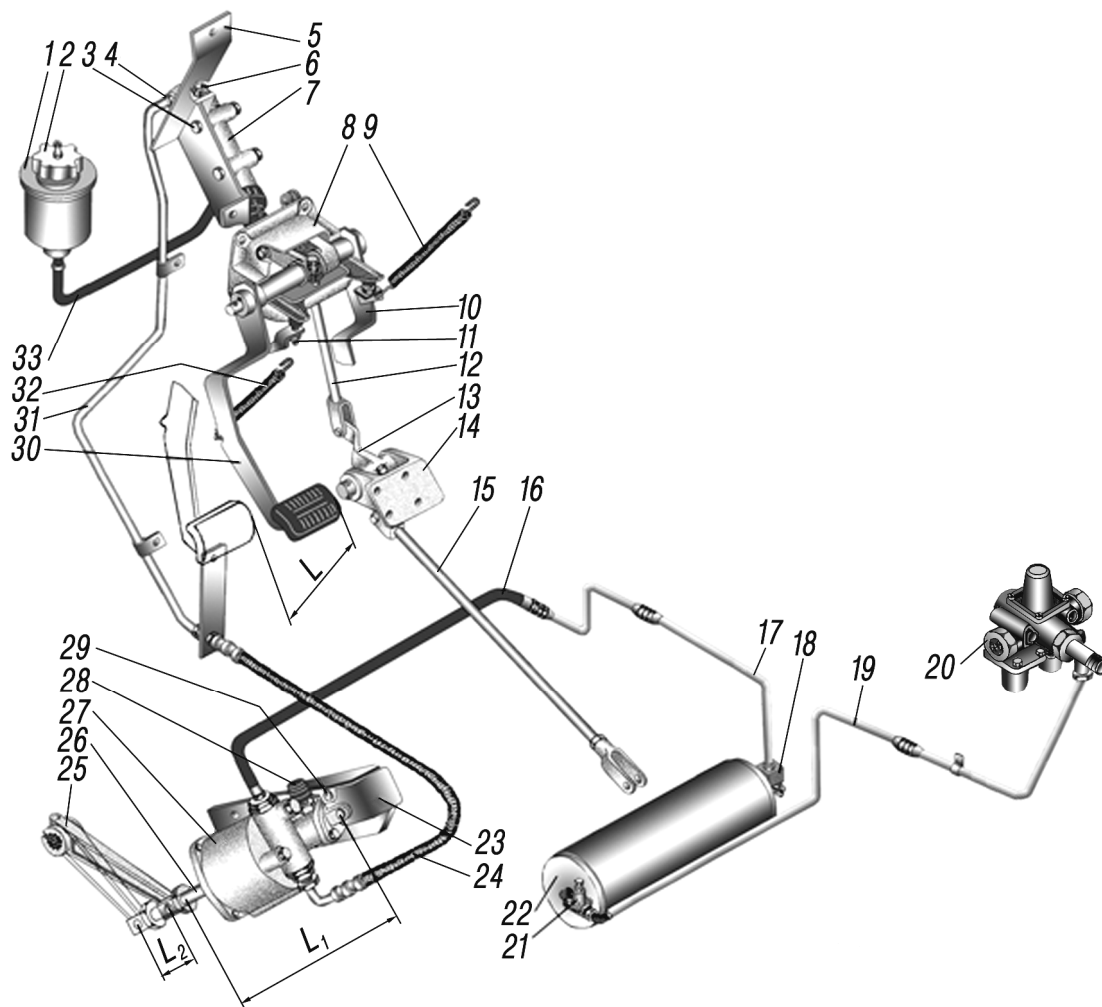
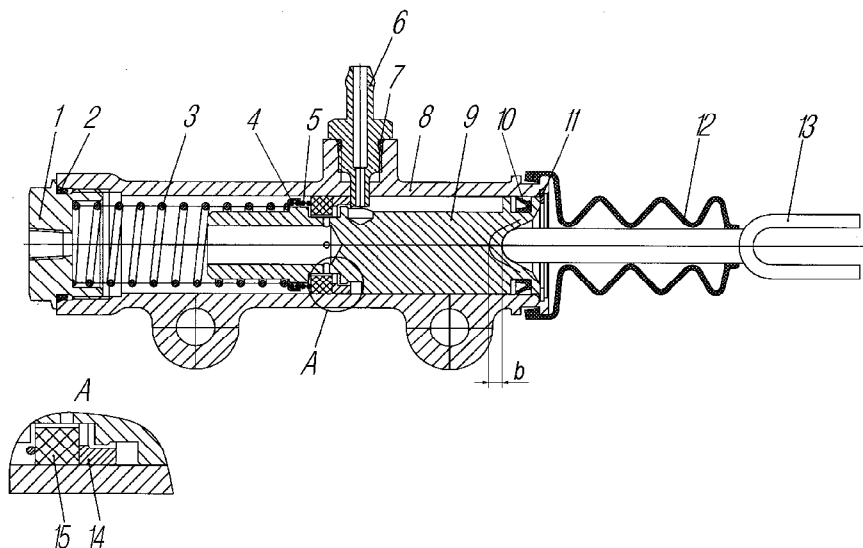

Рис.25. Привод управления сцеплением:
Рис. 26. Цилиндр главный:
Главный цилиндр 7 (рис. 25) установлен в мотоотсеке и крепится на кронштейне к передней панели кабины. На поршень воздействует толкатель 13 (рис. 26), который через рычаг соединен с педальным механизмом 8 (см.рис. 25).
Главный цилиндр сцепления. Конструкция главного цилиндра показана на рис. 26. При необходимости ремонта при сборке кольцо 14 устанавливать как показано на рис. 26.
- ослабить контргайку упора 11 (см.рис. 25) и завернуть его до упора в педаль;